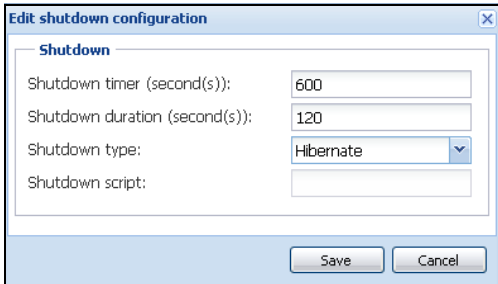

Figura 89. Finestra di dialogo Modifica configurazione di spegnimento
- La Figura 89 mostra la configurazione di Dell MUMC predefinita disponibile da **Impostazioni > Spegnimento > Modifica configurazione di spegnimento**.